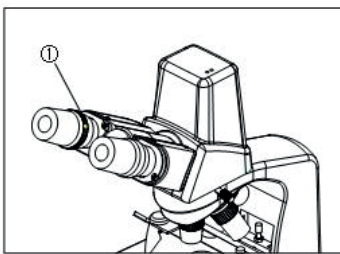

Fig.23
3.3.7 Réglage du dioptre (Fig.23)